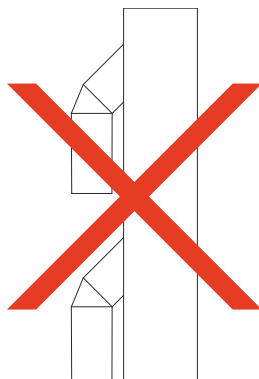
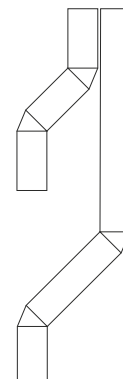

Figura 6
Figura 7
- La fuoriuscita di fumo non deve essere condivisa, vedi *figura 6*. Si deve separare lungo tutta la longitudine e mantenere il proprio tiraggio indipendente, vedi *figura 7*.